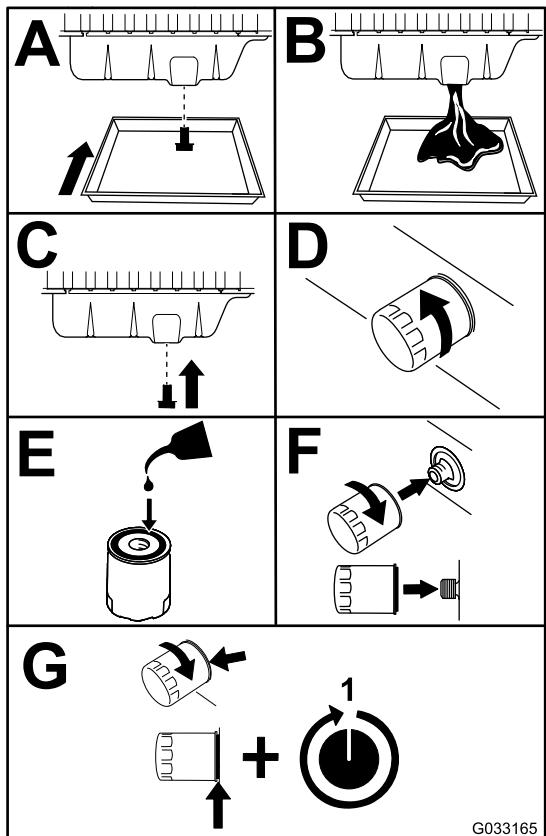

Bild 73
3. Tauschen Sie das Motoröl und den Motorölfilter aus (Bild 73).